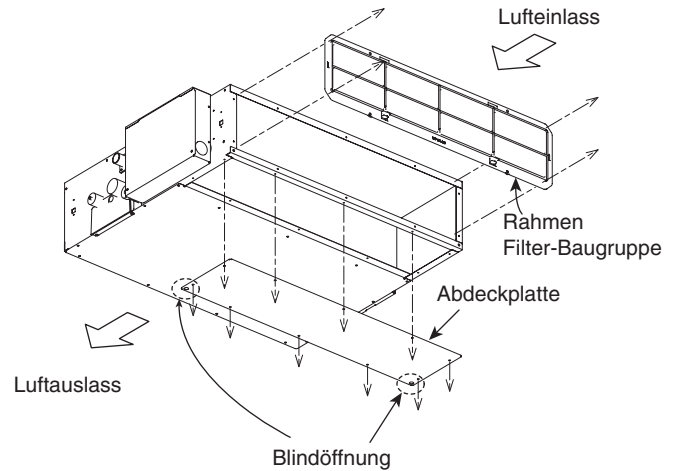

Abb. 3-4
- (1) Den Rahmenfilter abnehmen. Die Abdeckplatte abnehmen. (Abb. 3-4)